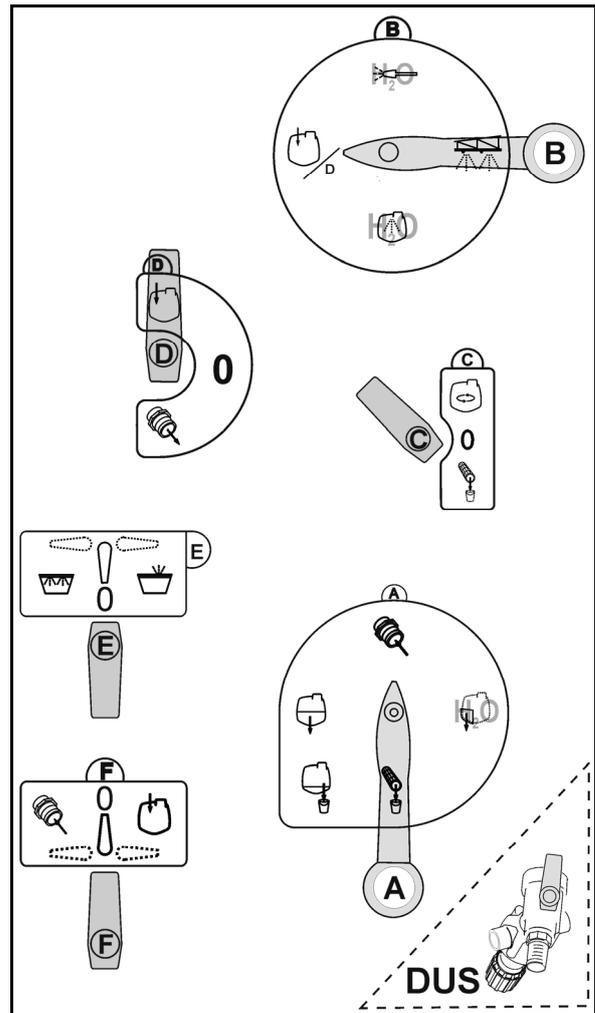

Fig. 15
3. Na área de controlo, coloque as torneiras de comando na posição indicada (Fig. 15):